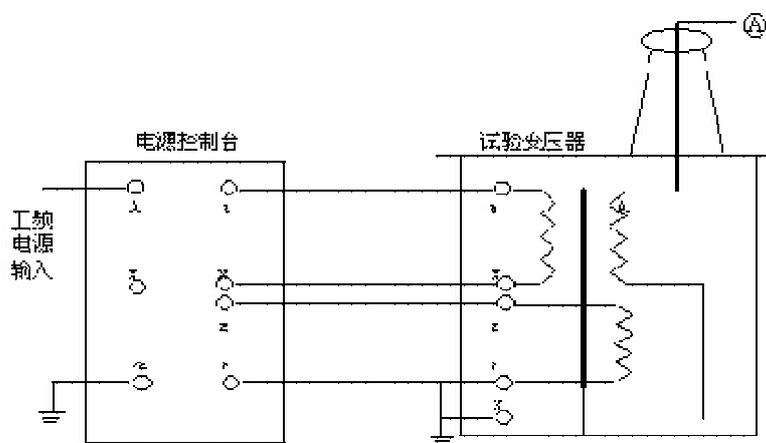
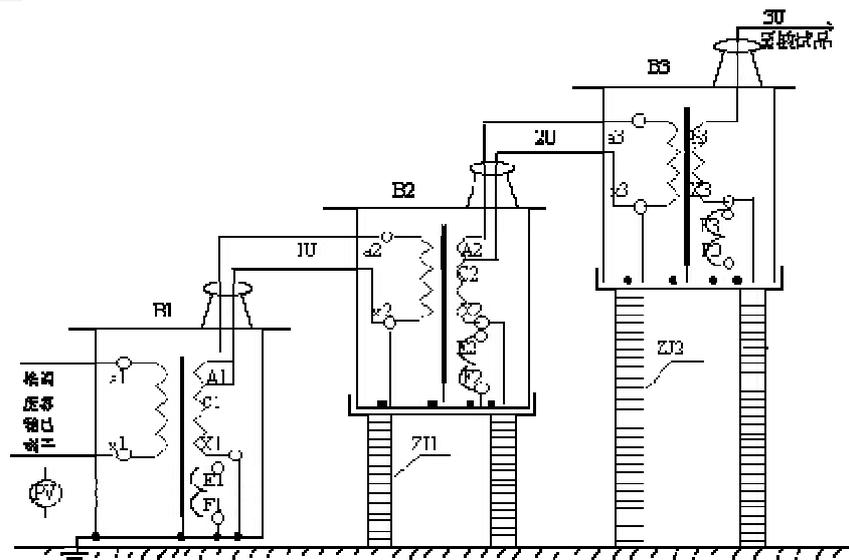
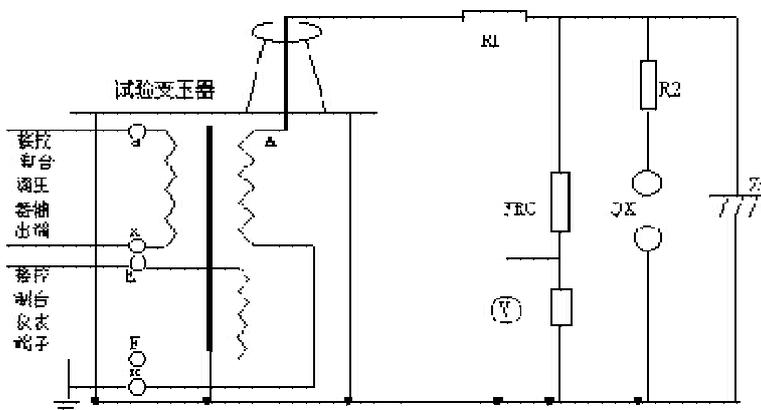

图 2：单台 YDQC 高压试验变压器工作原理示意图
图 3: 三台高压试验变压器串激工作原理示意图
图 4: 工频耐压试验使用接线原理示意图
YDQC 系列轻型高压试验变压器为单相变压器，联结组标号 II。单台高压试验变压器的工作过程，用交流 220V（10KVA 以上为 380V）电压接入电源控制箱（台），经电源控制箱（台）内自藕调压器（50KVA 以上调压器外附）调节 0~200V（10KVA 以上 0~400V）电压至试验变压器的初级绕组，根据电磁感应原理，在试验变压器高压绕组可获得试验所需的高电压。其工作原理图见图 2 所示。
2、单台交直流两用型高压试验变压器工作原理见图 3。图中所示：高压套管内装有高压硅堆，串接在高压回路中作高压整流，以获得直流高电压。当用一短路杆将高压硅堆短接时，可获得交流高电压，其状态为交流输出；反之在抽出短路杆时，其状态为直流输出。
3、三台高压试验变压器串激获得更高电压原理见图 4，串激高压试验变压器有很大的优越性，因为整个试验装置由多个单台串激式试验变压器组成，单台试验变压器有着体积小、重量轻、便于运输的特点，它既可以串接成高出几倍的单台试验变压器输出电压组合使用，又可以分开单独使用。整套试验装置投资小、经济实惠。图 3 所示：在三台串激式试验变压器串激使用中，单台试验变压器 B1、B2、B3 的输出电压都是 U，第一、二级的试验变压器内部都有一个激磁绕组，分别为 A1、C1 和 A2、C2。当控制电压加在第一级试验变压器 B1 的初级绕组 a1、x1 上，激磁绕组 A1、C1 给予试验变压器 B2 初级绕组供电，第二级试验变压器 B2 的激磁绕组 A2、C2 给试验变压器 B3 的初级绕组供电。由于第一级试验变压器 B1 的高压尾及壳体接地，第二、三级的试验变压器 B2 和 B3 对地有绝缘支架的隔离，这样试验变压器 B1、B2、B3 对地输出电压分别为 1U、2U、3U。
按照图 4、结合图 2 所进行的工频耐压试验接好工作线路，试验变压器的高压绕阻的 X 端（高压尾）、仪表测量绕组的 F 端、试验变压器的外壳以及电源控制箱（台）的外壳必须可靠接地。
用三台试验变压器串激做工频耐压试验时、第二、三级试验变压器的初级绕组 X 端，仪表测量绕组的 F 端，以及高压绕组的 X 端（高压尾）均接本级试验变压器的外壳，第二、三级试验变压器的主体必须放置在绝缘支架上。除第一级以外、第二、三级试验变压器的主体不要接地线。其接线方式见图 3 所示。
按照图 5、结合图 3 所进行的直流泄漏试验接好工作线路。试验变压器的高压